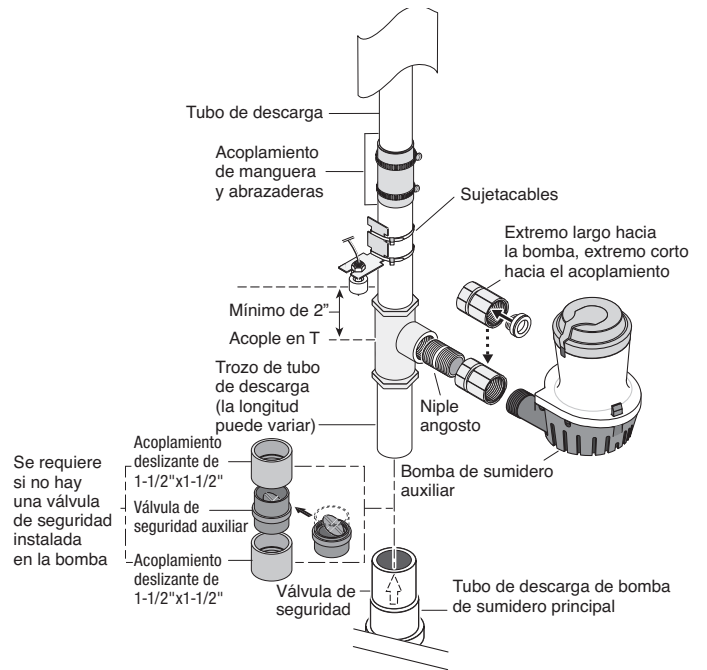

FIGURA 5: INSTALACIÓN DEL MÉTODO B
1. Haga un segundo corte en el tubo de descarga en la marca del lápiz que se hizo en el paso 1 y coloque a un lado la pieza cortada del tubo de descarga. Ver figura 5.
NOTA: Debe haber una válvula de retención en la tubería de descarga de la bomba de sumidero principal entre el acople en T y la bomba de sumidero principal. Esto evitará la recirculación hacia la bomba principal cuando la bomba de sumidero auxiliar se active. Ver figura 5.